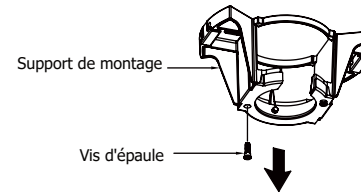

Fig. 11
**Étape 2.** Retirez l'une des deux vis d'épaule dans le support de montage et conservez-les à l'étape 12 de la page 2. Desserrer la vis de la deuxième épaule sans l'enlever complètement. (Fig. 11)